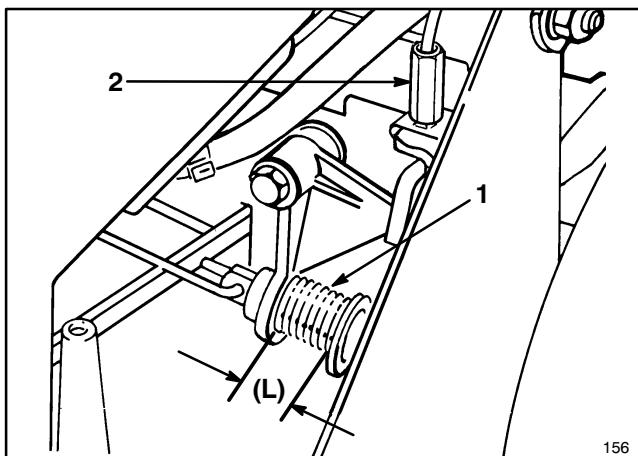

Abbildung 31
3. Den Antriebshebel nach unten und anschließend gegen den Gestängegriff nach oben drücken. Während der Antriebshebel am Gestängegriff anliegt, die Federlänge (L) vom Feder messen, wie in Abbildung 31 gezeigt.
5. Zur Nachjustierung die Kunststoffhülse am Messerbremskabel (Abb. 31) solange drehen, bis die Federlänge 2,5 cm beträgt. Sie darf nicht weniger als 2,5 cm betragen. (Siehe nachfolgenden Hinweis.)
4. Schmutz und Ablagerungen, die sich hinter der Abschirmplatte angesammelt haben, entfernen (Abb. 31).